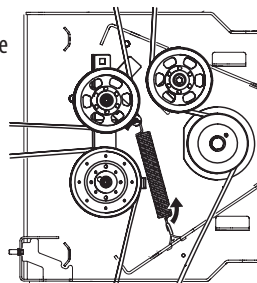

Figure 47
- b. Décrochez le ressort de la poulie du crochet sur le côté droit du milieu du plateau. Voir Figure 47.